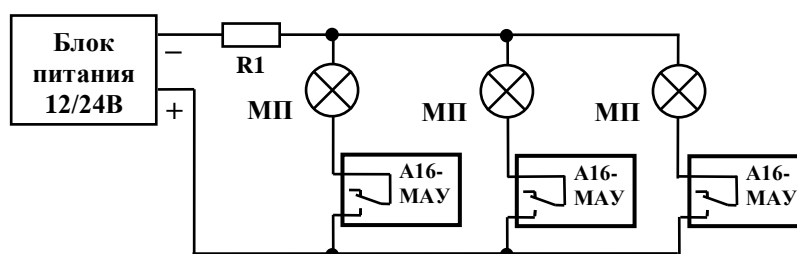

Рис.6. Схема подключения модулей пожаротушения ("МП") с контролем исправности цепи каждого модуля и с веерным включением модулей.
3.1.14. При питании нескольких модулей А16-МАУ от единого источника возможно организовать их веерное включение. Для этого шлейф с модулями пожаротушения необходимо подключить непосредственно к источнику питания через ограничительный резистор R1 (рис.6), а модулям А16-МАУ задать время задержки включения таким образом, чтобы их включение осуществлялось поочередно.